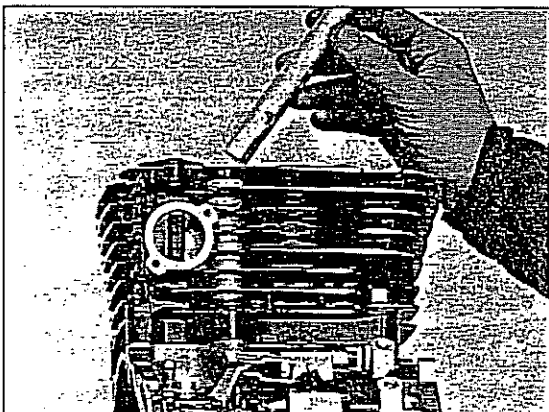

Bild 111
- Links am Zylinderfuss vorn und hinten je eine Innensechskantschraube SW 5 ausdrehen. Zwei Hülsenmuttern SW 12 und zwei Muttern SW 14 jeweils vorn und hinten schrittweise über Kreuz lösen. Siehe Bild 111. Um an die in den Kühlrip-